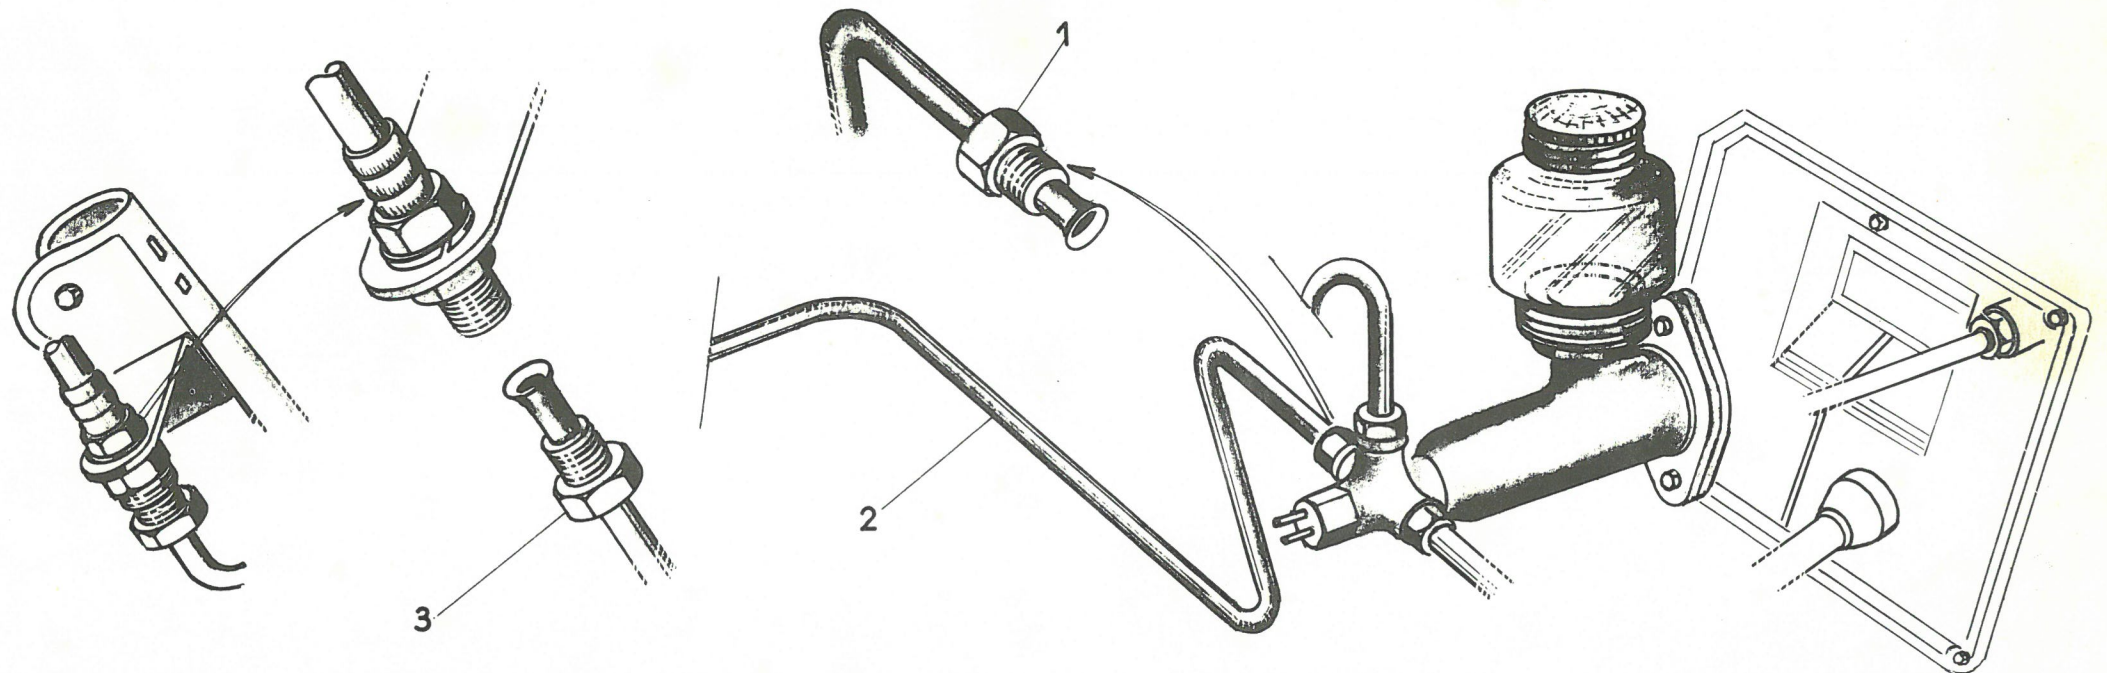

Fig. 3
- REMPLACEMENT de la TUYAUTERIE RIGIDE AVANT DROITE - Fig.3
- 2) Dévisser la vis raccord (1) fixant la tuyauterie (2) sur le maître cylindre, puis la vis raccord (3) fixant la tuyauterie sur le flexible. Dégager la tuyauterie.